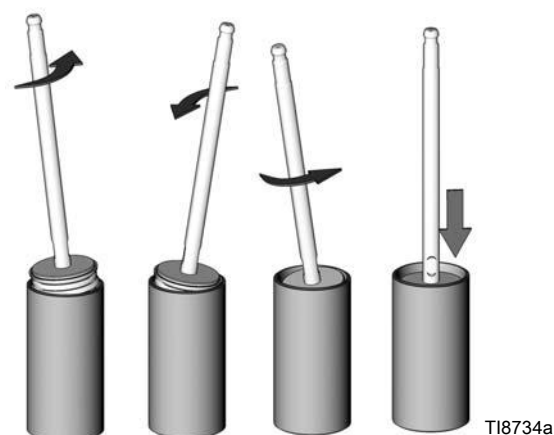

Рис. 7. Установка поршня в цилиндр
8. Нанесите смазку на внутреннюю поверхность цилиндра (4). Опустите поршневой блок вниз в цилиндр. Поверните поршень, как показано на Рис. 7.